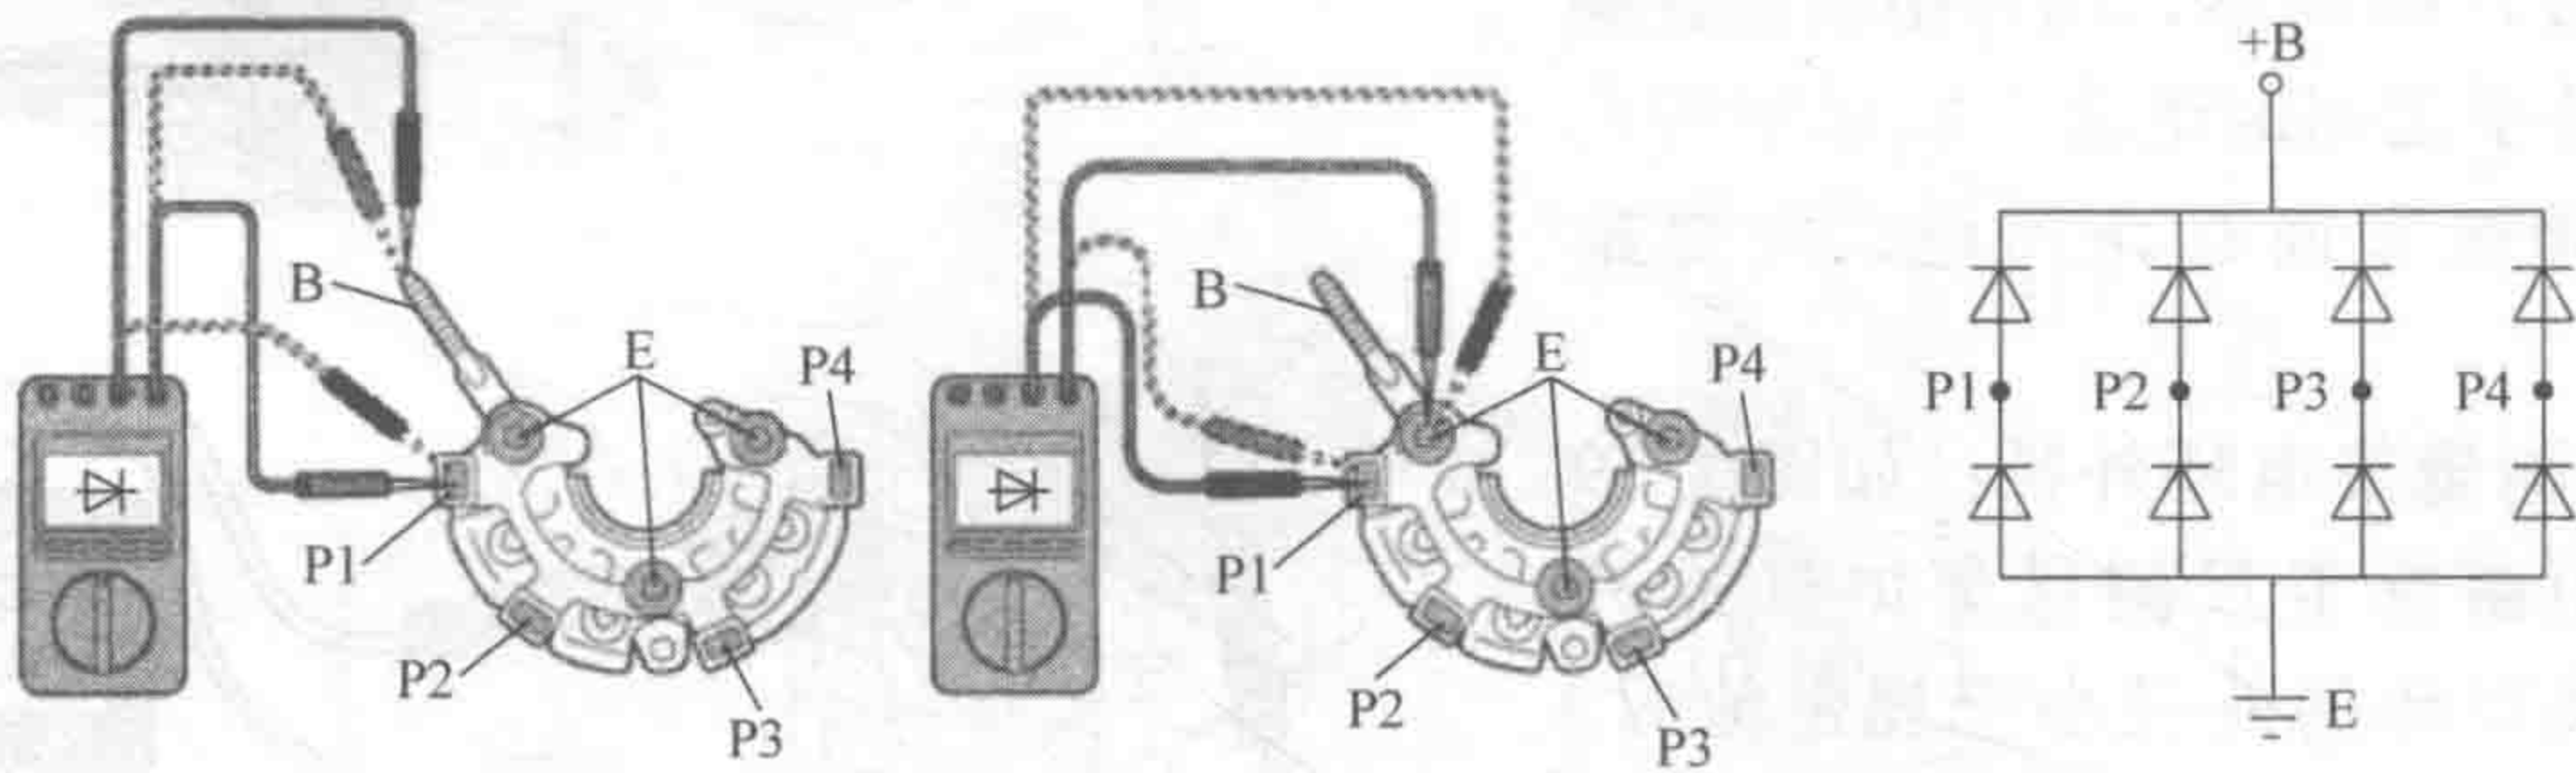

图 1-22 检查整流器
(6) 检查整流器 (图 1-22) 检查整流器的二极管: 使用万用表的二极管测试模式, 依次在整流器的端子 +B 和端子 P1 ~ P4 之间测量, 交换测试导线时, 检查是否只能单向导通。改变端子 +B 至端子 E 的连接方式, 测量过程同上。